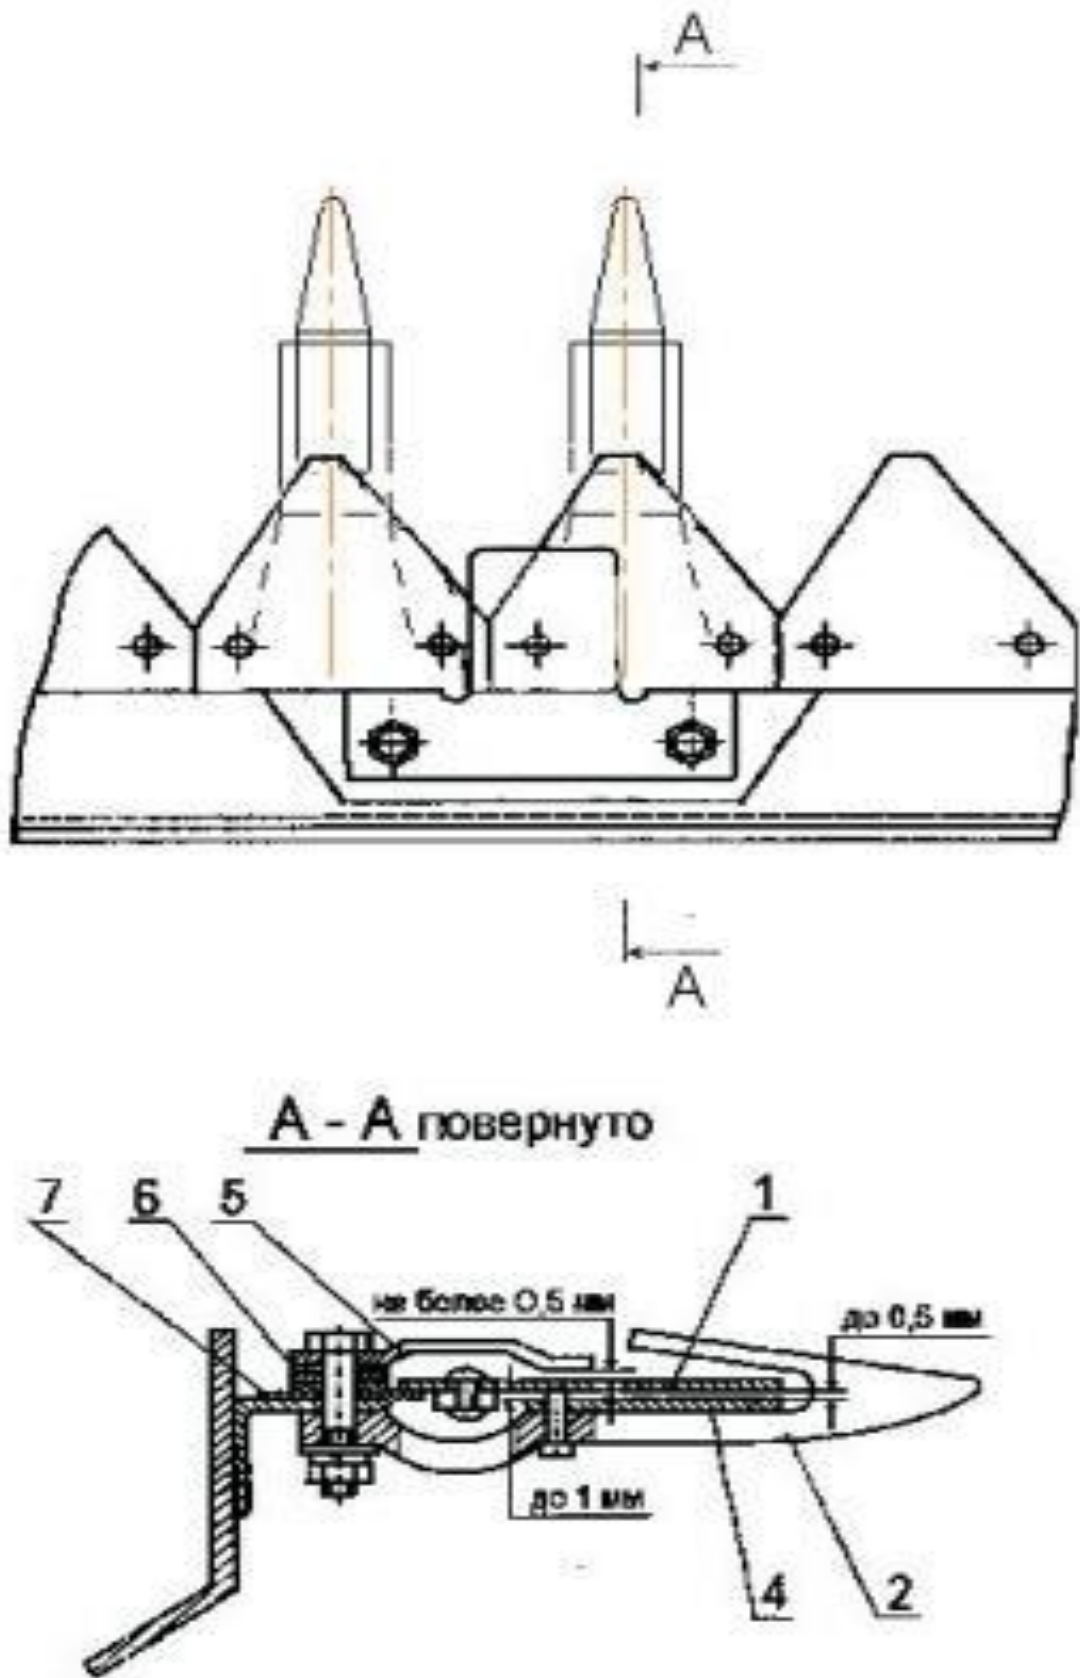

Рис.20 Регулировка режущего аппарата.
**8.2. Сегменты поз.1** рис.20 выставляются относительно пальцев поз.2 так чтобы в крайнем левом положении ножа по ходу жатки ось сегмента находилась по центру противорежущей пластины. Регулировка выполняется при установке ножа и дополнительной регулировки не требуется.